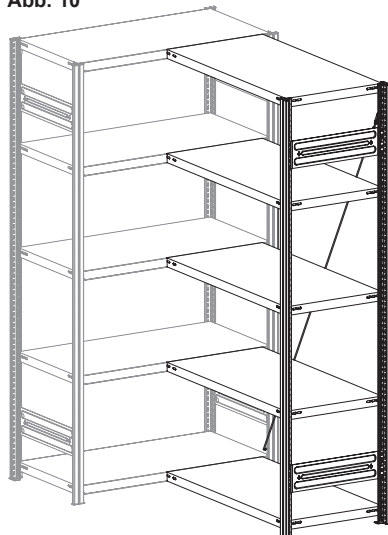

Abb. 11
(D) In den Stützrahmen des Anbauregals je zwei Fachbodenträger in die zweite Lochung über der Fußplatte und in die oberste volle Lochung der Stützprofile einhängen (Abb. 11).
(F) Accrocher dans l'échelle du rayonnage supplémentaire deux supports pour tablettes dans le deuxième trou au dessus de la plaque de base, ainsi que dans le trou plein supérieur des profilés d'appui (fig. 11).
(NL) In de jukken van de aanbouwstelling telkens twee leggerdragers in het tweede gat boven de voetplaat en in het bovenste volle gat van de steunprofielen hangen (afb. 11).
(GB) Hook two shelf holders each into the support frame of the add-on rack into the second hole above the foot plate and into the topmost full hole of the support profiles (Fig. 11).